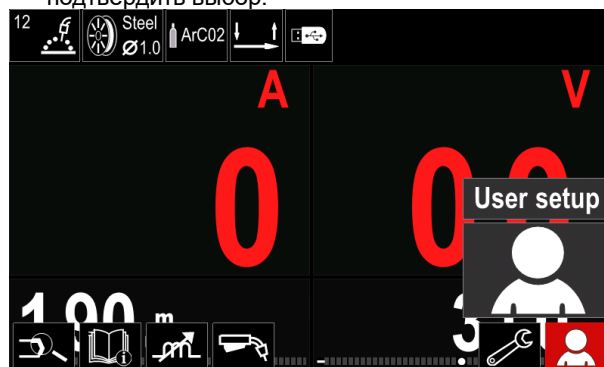

Рисунок 13
- Перейдите в меню «Пользовательские настройки» (см. Рисунок 13).